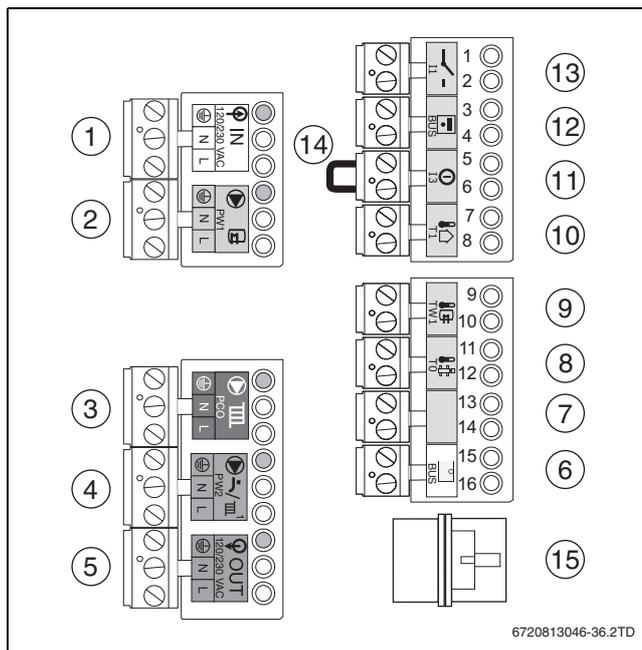

Bild 33 Klemmleisten
- ▶ Ein-/Aus-Raumtemperaturregler auf Anschlussklemme  **I1** (→ Bild 33, [13]) anschließen (Zubehör).
- ▶ Regler auf Anschlussklemme  **BUS** (→ Bild 33, [6]) anschließen. Hierzu ein 2-adriges Stromkabel von 0,4 bis 0,75 mm2 verwenden.
- ▶ Anschlusskabel [2] an die orange Anschlussklemme  **BUS** (→ Bild 33, [6]) anschließen und zum ersten Funktionsmodul führen.
- ▶ Brücke (→ Bild 33, [14]) auf Anschlussklemme ① entfernen.
- ▶ Außentemperaturfühler auf Anschlussklemme T1 (→ Bild 33, [10]) anschließen.
- ▶ Speichertemperaturfühler auf Anschlussklemme TW1 (→ Bild 33, [9]) anschließen.
- ▶ Heizungspumpe auf Anschlussklemme PCO (→ Bild 33, [3]) anschließen.
- ▶ Zirkulationspumpe auf Anschlussklemme PW2 (→ Bild 33, [4]) anschließen.
- ▶ Speicherladepumpe auf Anschlussklemme PW1 (→ Bild 33, [2]) anschließen.
- ▶ Externes 3-Wege-Ventil am Anschlussklemme **PW1** (→ Bild 33, [2]) anschließen.